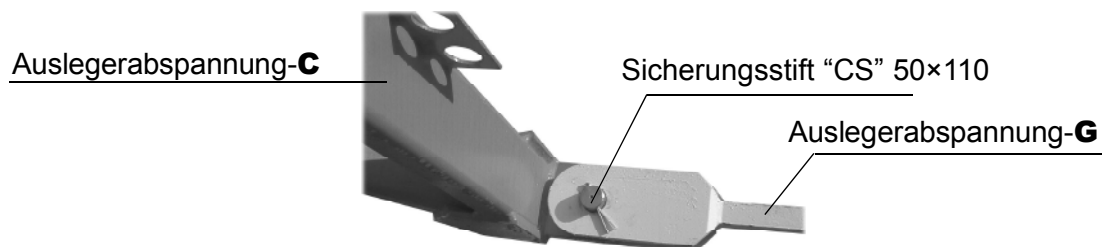

Abb. 2.1.24
- 6) Die Abspannungen mit Hilfe der 50×110 Sicherungsstifte „CS“ und Splinte 8×100 (Abb. 2.1.24) miteinander verbinden.